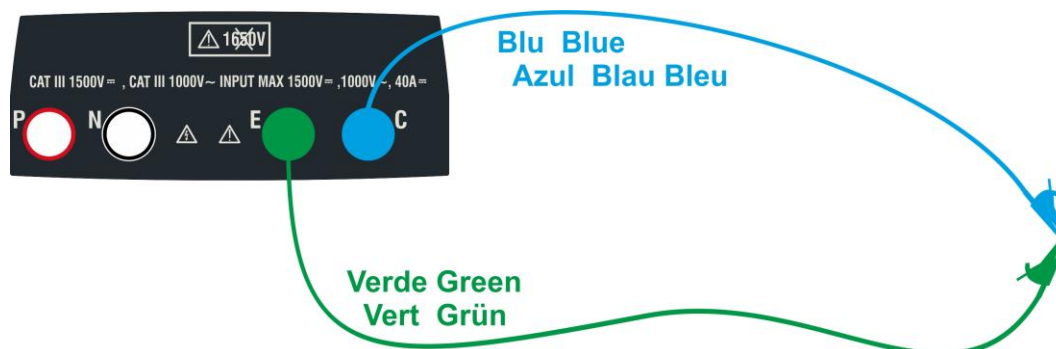

Fig. 5: Compensation de la résistance des câbles de mesure
3. Connectez les câbles de mesure entre eux comme indiqué dans Fig. 5